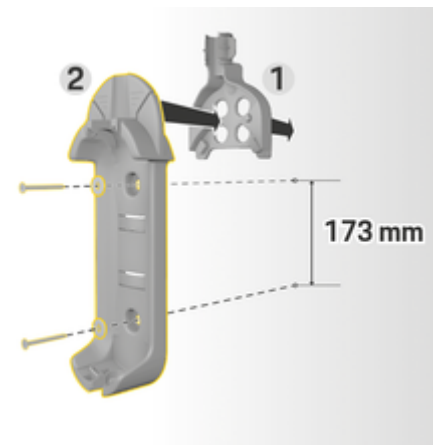

図. 103 ドリル寸法
3. ウォール マウント ベース 2 (図. 103) を前からケーブルガイド 1 (図. 103) に押し込みます。